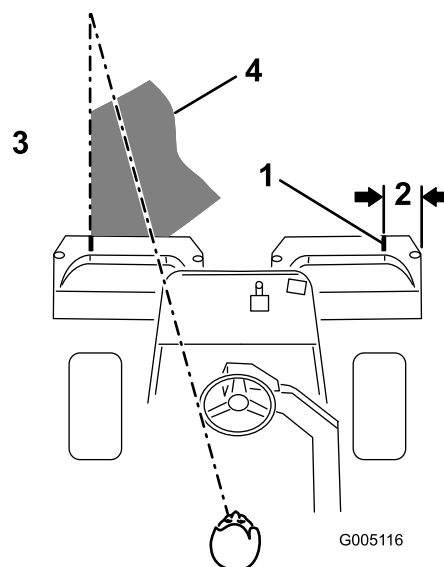

**Figura 38**
2. Coloque un trozo de cinta blanca o pinte una raya en cada recogehierbas, paralelo al borde exterior de cada uno (Figura 38).